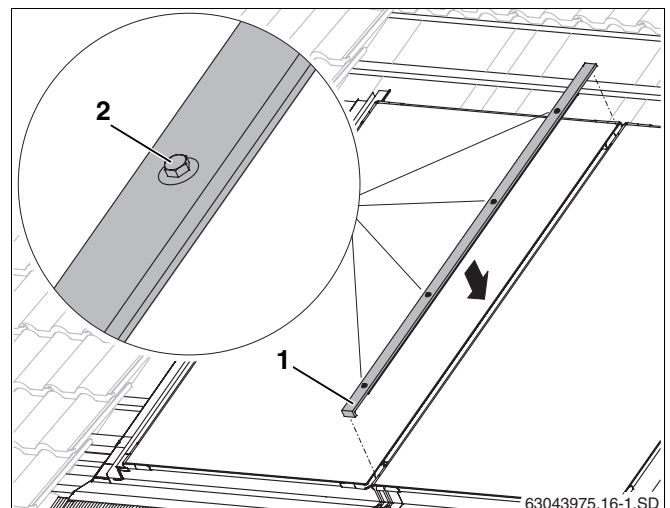

Fig. 50 Chapa de cobertura central
- ▶ Comprimir a chapa de cobertura (fig. 50, **item 1**) com o chanfro virado para baixo no espaço intermédio entre dois colectores e alinhá-la no centro.
- ▶ Apertar manualmente os parafusos (fig. 50, **item 2**), a começar por baixo, com uma chave de boca SW 8.